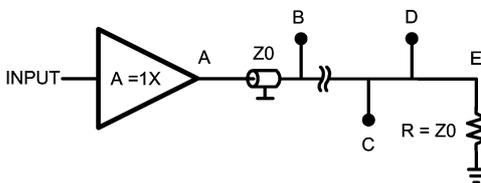

FIGURE 2.
- 1 つのバッファで 1 本の伝送線路上に存在する複数の負荷を駆動する (Figure 2 参照)
伝送線路の別の構成方法として、伝送線路の途中にある複数のポイントを経由したルーティングが考えられます (Figure 2)。設計上の制約に注意深く従えば、このような設計も実現可能です。制約を守らないとインピーダンスが不連続となり信号の劣化を招きます。Figure 2 の構成で、伝送線路はバッファ出力に接続され、線路遠端で Z₀ で終端されています。「伝送線路を経由して負荷を接続する」の項で、このような条件では伝送線路を伝わる信号はどこでも同じ電圧であり、その電圧はオペアンプ出力を開始点とする公称電圧に等しく、さらに遠端では反射が生じないことを説明しました。反射が存在しないため波形の干渉は起こりません。結果として信号振幅は線路のいずれのポイントでも同じです。以上の原理により、伝送線路途中にあるデバイスの入力インピーダンスが抵抗性が高く、かつ入力容量が小さければ、複数のデバイスに信号を供給できる可能性があります。その場合、デバイスが伝送線路に接続されている位置によって、信号遷移の到達時刻が異なる点に留意してください。真空中の光速はおよそ 3 × 10⁸ m/sec ですが、伝送線路またはケーブルを通ると伝搬速度はおよそ 2 × 10⁸ m/sec に低下します。1ns の間に信号が伝搬できる距離は次の式から求められます。